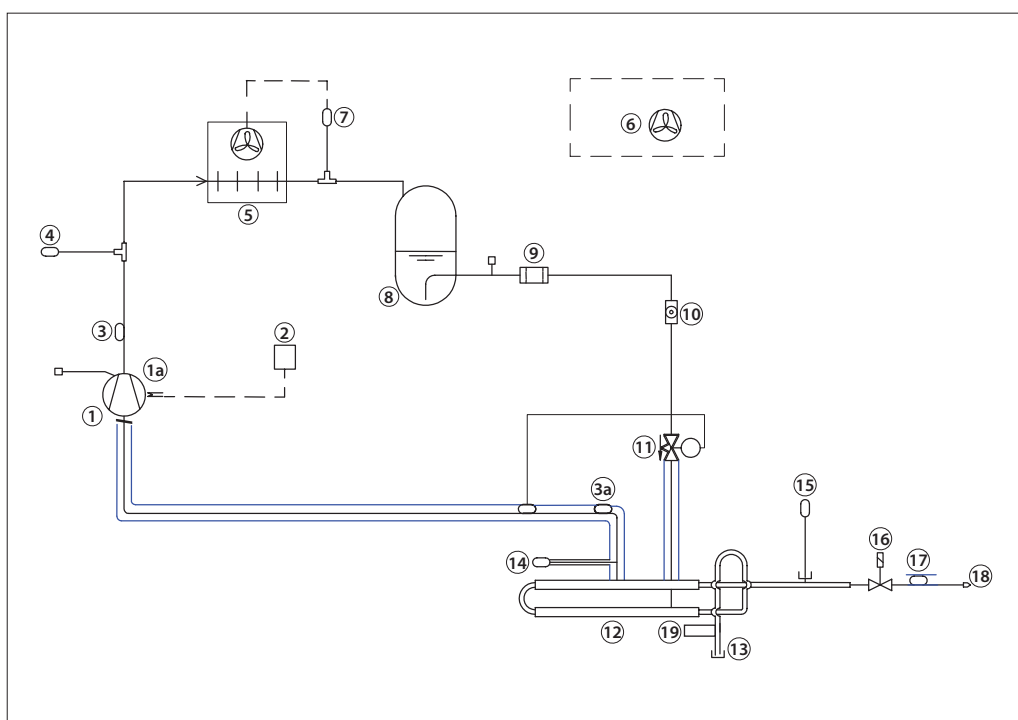

图 1 — 空分 R452A 布局
| 主放空阀的维修包 (衔铁、管子、密封件、阀芯、过滤器芯)。参见图 1 中的项目 16 | x | x | 084H5051 |
| 电磁阀线圈, 24V DC, 适用于主放空阀。参见图 1 中的项目 16 | x | x | 018F6757 |
| 限流器, 位于主放空阀后的放空气管中。参见图 1 中的项目 18 以及图 13 | | x | 084H5054 |
**参见图 1 和图 10a
该空分只需要 1 个机械连接(参见图 1)。主设备的氨气/不凝性气体与主设备之间的连接通过法兰实现(参见下图 1 中的 13),而不凝性气体的排除则通过排气电磁阀 (18) 之后的排气管实现。